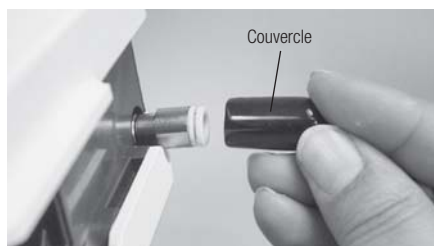

Fig. 5
- 1) Enlevez le couvercle du connecteur d'eau du robinet (Fig. 5).